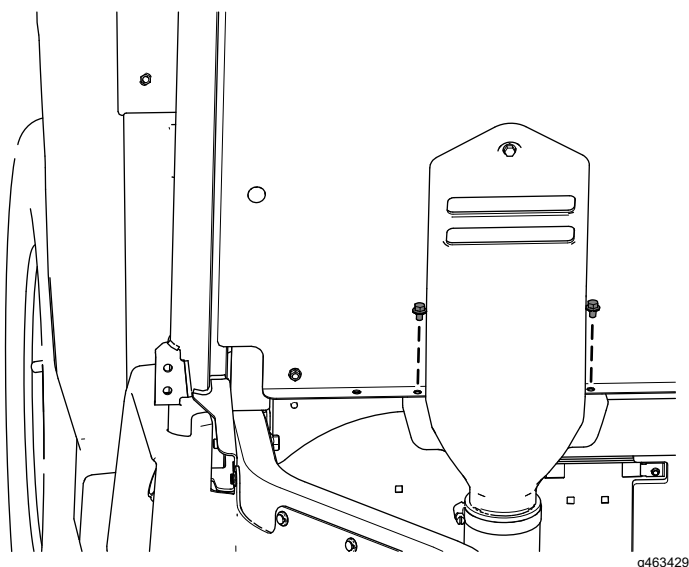

Figure 67
- G. Fixez le bas du capot d'admission CVT au panneau du siège à l'aide des 2 boulons à embase ($\frac{1}{4} \times \frac{3}{8}$ po) retirés précédemment, comme montré à la Figure 67.